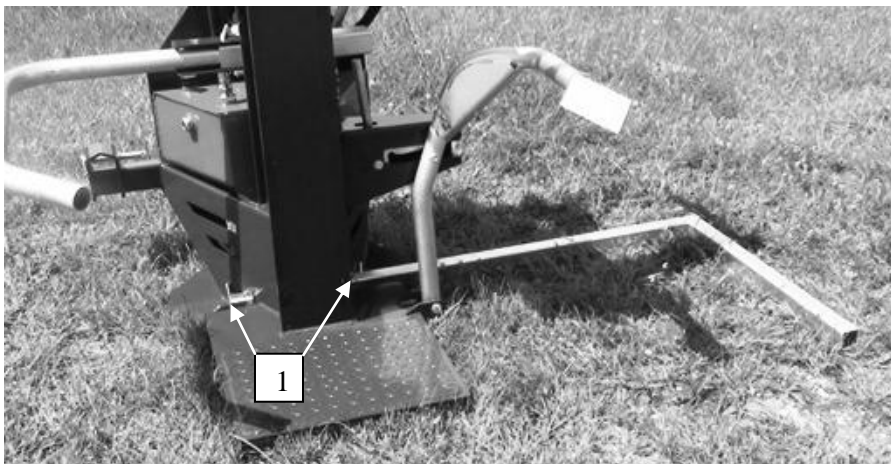

Bild 38
Beim Spalten nur mit Elektromotor, wo der Holzspalter nicht an den Schlepper angeschlossen ist, muss eine Stütze angebracht werden, die ein Umkippen des Holzspalters wegen Hebens eines schweren Spaltholzes mit dem Hehebogen verhindert (Bild 38). Links und rechts von der Führungssäule zwei Stifte (1) einsetzen.